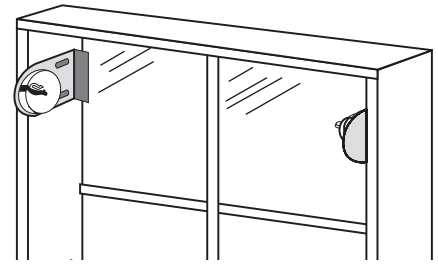

Fig. 1
a. Marque orificios de 1,27 cm menos que la medida general (de abrazadera a abrazadera) en cada extremo. (fig. 1)